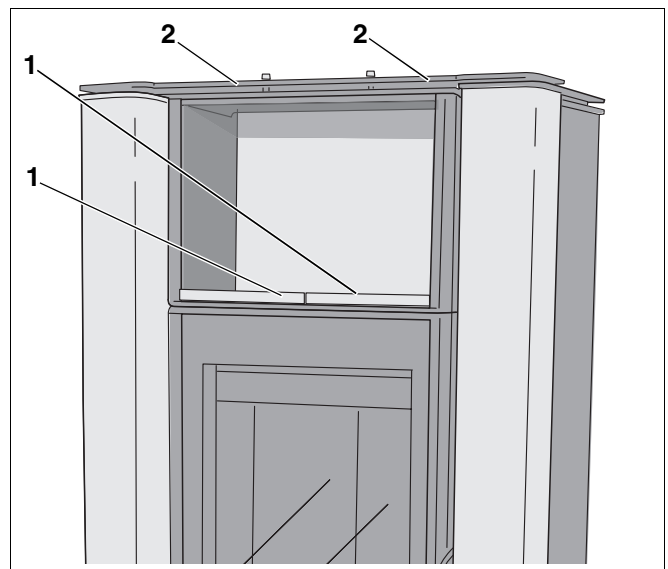

Abb. 36 Kacheln – blueline 4
- Die beiden Kachel-Abdeckplatten (Abb. 36, **Pos. 2**) auflegen.
- Die beiden Kachel-Warmhaltefachsteine (Abb. 36, **Pos. 1**) einlegen.